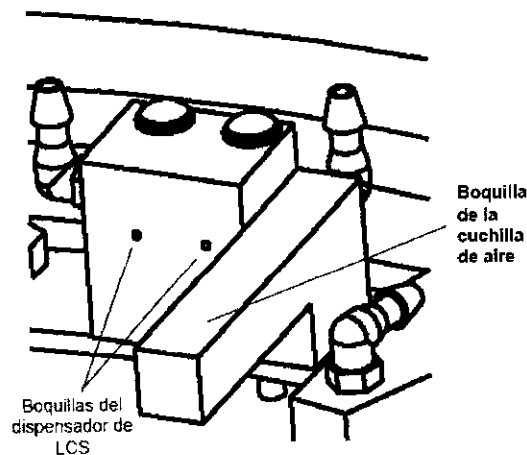

Figura 6. Boquillas de dispensación de LCS, cuchilla de aire y boquillas
Directamente después de la estación de ajuste del volumen, se emite LCS por medio de dos boquillas situadas en la estación de LCS que se muestra en la figura 6.
- En el momento en el que la boquilla de la cuchilla de aire se coloca encima de los portaobjetos, los chorros de aire situados en la parte inferior del brazo (mostrados en la figura 6) barren el líquido de la etiqueta del código de barras.